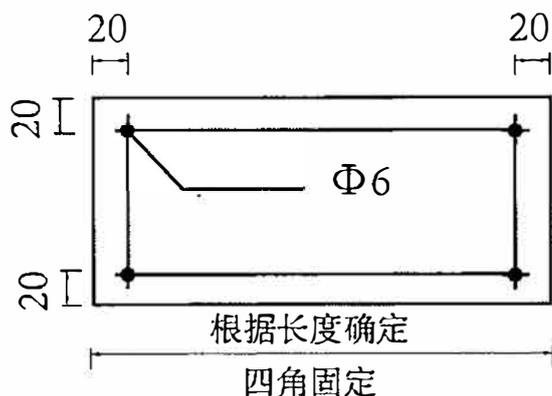
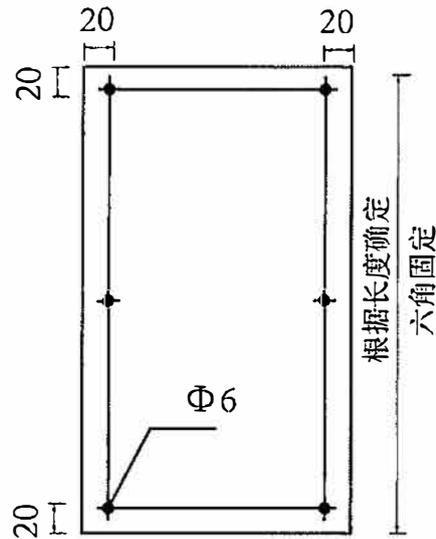

图1 四孔固定安装示意图
图 2 六孔固定安装示意图
4. 规定中所有墙面固定的标识牌均采用不锈钢膨胀螺丝进行固定，四孔或六孔固定安装，不锈钢膨胀螺丝采用 10 mm 镜面广告钉装饰，安装示例见图 1、图 2。